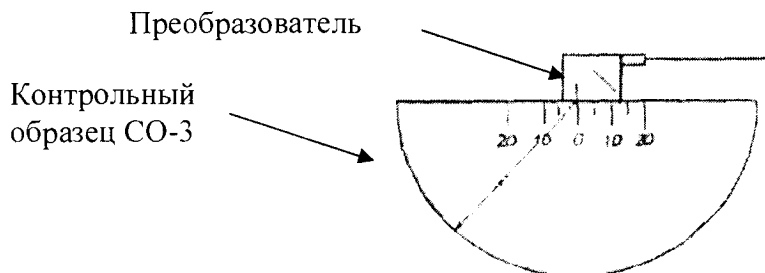

Рисунок 2
5.4.6 Установить преобразователь на поверхность контрольного образца СО-3 со стороны шкалы «20-0-20» над центральной риской «0» (рисунок 2). Небольшим перемещением преобразователя около отметки «0», найти положение, соответствующее максимальной амплитуде эхо-сигнала. Расположить строб 1 так, чтобы сигнал пересекал строб в середине. Для изменения положения строба необходимо изменить значения параметров «С1Начало», «Ширина», «Уровень» (кнопка [GATES]). Изменить при необходимости коэффициент усиления таким образом, чтобы амплитуда сигнала составляла 80% высоты экрана (кнопки [2^{ND} F], [GATES]).